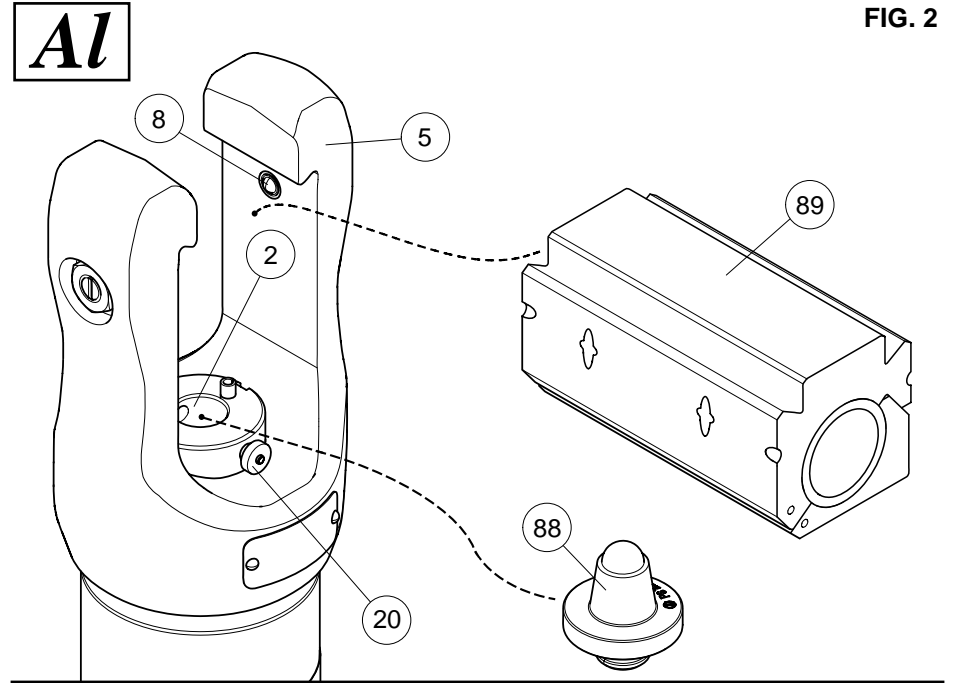

FIG. 2
- L'emploi de matrices spécifiques à empreinte hexagonale permet de comprimer des connecteurs pour conducteurs en général de 630 mm2 (1250MCM) maxi; (voir fig. 4). Une gamme de matrices en configuration fermée permet enfin de comprimer des connecteurs pour conducteurs en aluminium de 500 mm2 (1000MCM) maxi; (voir tab. **A** et **B** et fig. 2).
#### 4. EMPLOI SUR CONNETTEURS POUR CABLES EN ALUMINIUM D'UNE SECTION DE 300, 400 et 500 mm2 (Réf. à Fig. 2)